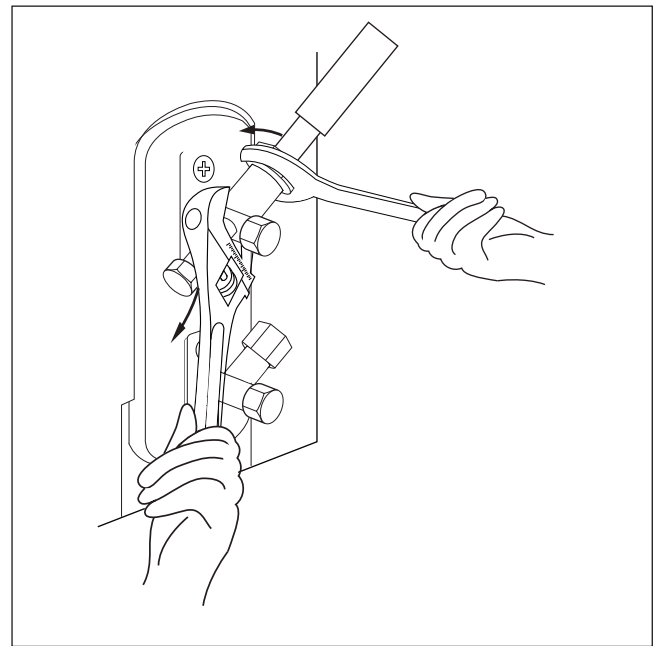

Fig. 37.
4. Utilice una llave inglesa, agarre el cuerpo de la válvula. No agarre la tuerca que sella la válvula de servicio. (Véase **fig.37**)